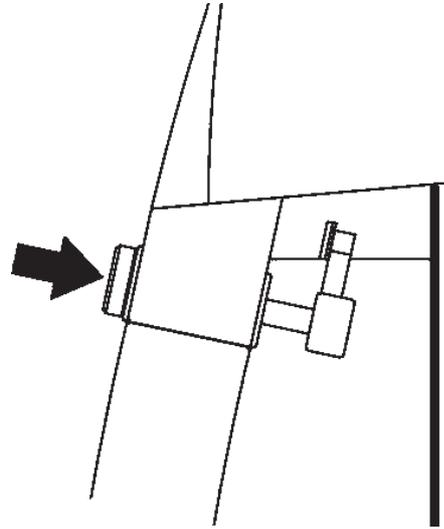

Figure 3.0-4
3. Pour bloquer: pressez le bouton à fond avec le pouce de la main (Fig. 3.0-4).